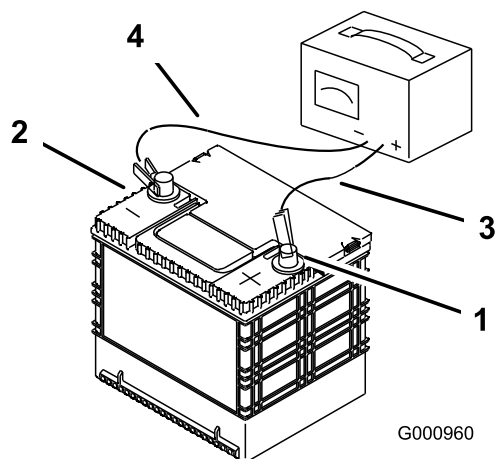

Figure 64
2. Quand la batterie est chargée au maximum, débranchez le chargeur de la prise, puis débranchez les fils du chargeur des bornes de la batterie (Figure 64).